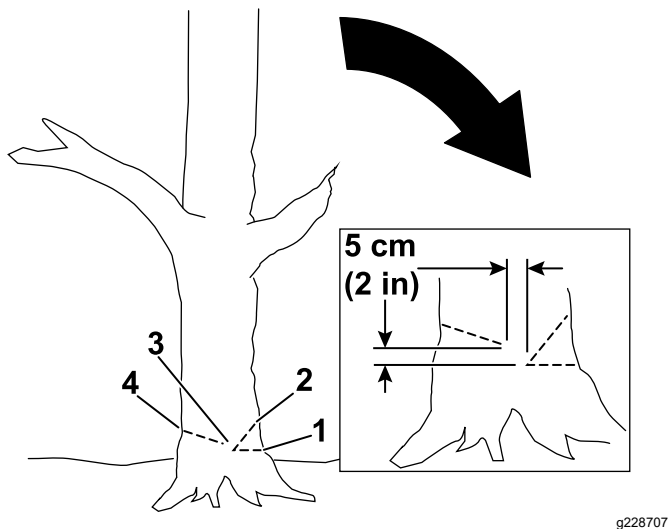

Figura 18
4. Haga el primer corte de un tercio del diámetro del árbol en el lado hacia donde desea que caiga el árbol (Figura 18).
5. Haga un segundo corte para formar una cuña, empezando el corte al menos 5 cm (2") por encima del primer corte (Figura 18).
6. Haga el corte de tala desde el lado opuesto a la cuña y unos 5 cm (2") por encima de la parte inferior de la cuña, como se muestra en la Figura 18.
Importante: Detenga el tercer corte a 2.5 cm – 5 cm (1" a 2") de la cuña para formar una bisagra entre los cortes (Figura 18), que evitará que el árbol caiga en la dirección incorrecta o que gire al caer.
Nota: A medida que el corte de tala se acerque a la bisagra (Figura 18), el árbol debe empezar a caer.